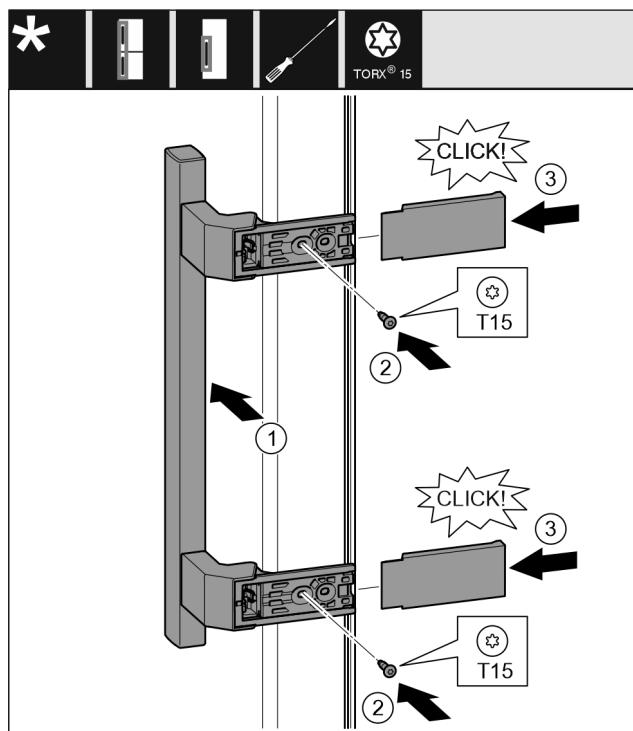

Fig. 40
- Aplicați mânerul pe partea opusă. Fig. 40 (1)
- Înșurubați ferm șuruburile cu șurubelnița T15. Fig. 40 (2)
- Aplicați și împingeți capacele laterale. Fig. 40 (3)